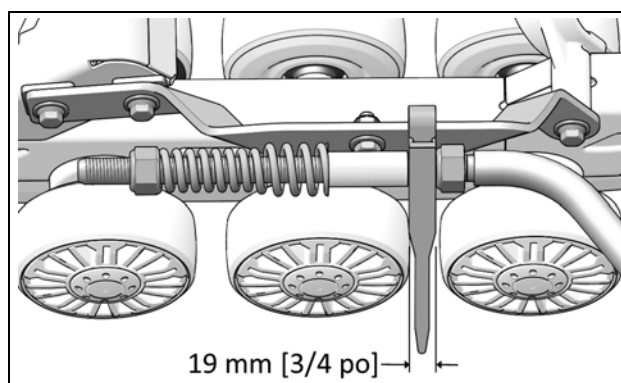

Figure 15
- IMPORTANT :** Contrevérifier la distance minimum de 19 mm entre l'écrou et le guide du bras stabilisateur. Réajuster au besoin. Figure 15.